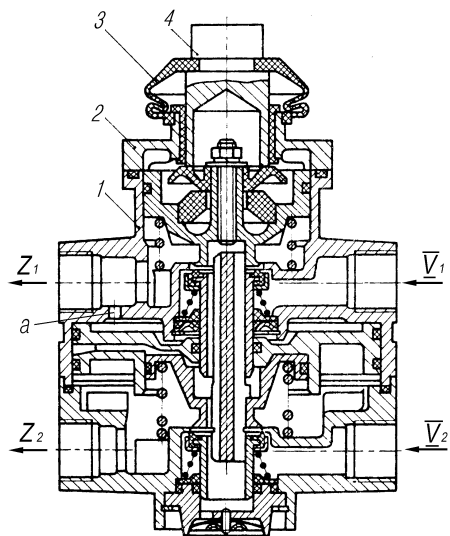

Рис. 50. Кран тормозной двухсекционный подпедальный:
**Кран тормозной двухсекционный подпедальный** (рис. 50) предназначен для управления исполнительными механизмами рабочего тормоза автомобиля при двухконтурном тормозном приводе, а также для управления клапаном привода тормозов прицепа.